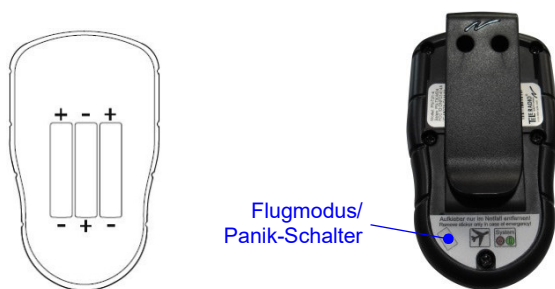

Abb. 23: Wechseln der Batterien // Flugmodus/Panik-Schalter
2. Wechseln Sie die 3 x 1,5 V AAA-Batterien. Verwenden Sie für eine optimale Leistung Alkali-Batterien. Achten Sie auf die richtige Polung (s. Abb.23)!
Der Flugmodus/Panik-Schalter an der Rückseite des Senders (s. Abb. 23) unterbricht die Stromversorgung der Batterie. In der Position „OFF“ kann der Sender nicht gestartet werden. Bei Transport per Flugzeug muss der Flugmodus/Panik-Schalter in die Position „OFF“ gebracht werden. Verwenden Sie während des regulären Einsatzes der Funkfernbedienung den Flugmodus/Panik-Schalter nicht zum Ein- und Ausschalten des Senders.